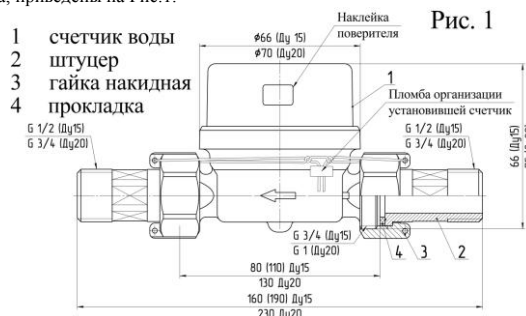

Рис. 1
4.1 Для предотвращения несанкционированного доступа к измерительному механизму и индикаторному устройству счетчик подлежит пломбированию. Габаритные и присоединительные размеры счетчиков, места расположения пломб и наклеек с отгиском клейм организаций, выполнивших поверку и установку счетчика, приведены на Рис. 1.